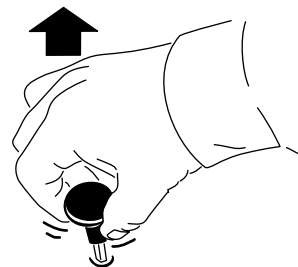

Рисунок 12
- Вытяните на себя переключатель (Рисунок 12), чтобы включить вал отбора мощности или включить навесное оборудование (в зависимости от настройки вашего навесного оборудования)